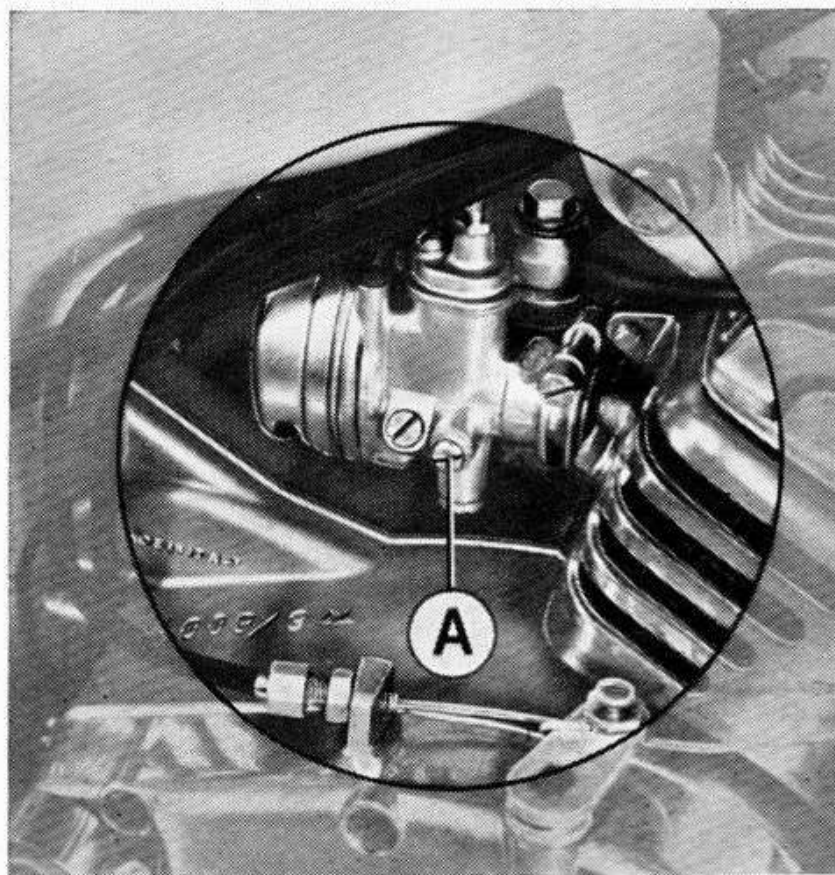

Fig. 8
- registrare il minimo del motore agendo sulla vite (A) (fig. 8);